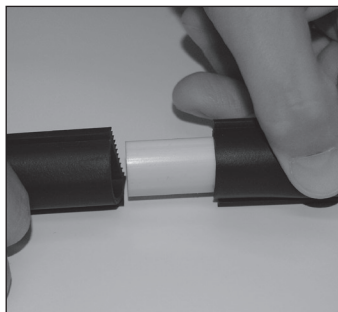

Figura 5
- Instalar el conector de plástico suministrado con el Dique de agua en los dos extremos del dique de agua de modo que no haya espacios entre los extremos. **Figura 5 y Figura 5a**